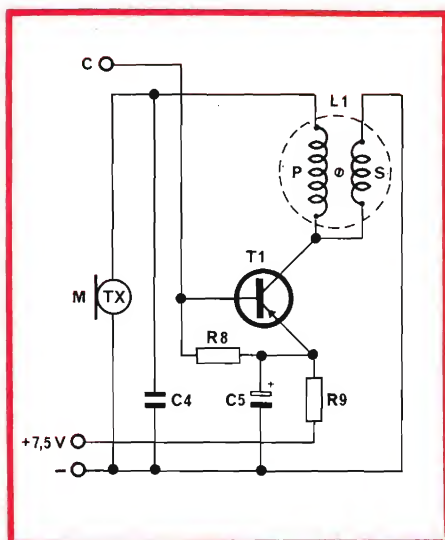

Fig. 7 - Circuito elettrico del trasmettitore.
La fig. 7, riporta lo schema elettrico del trasmettitore in cui la corrente di pilotaggio viene inviata sulla base di T1, (punto C) che risulta accoppiato al trasduttore M (TX) mediante il circuito risonante formato dalla bobina L1 e dal condensatore C4. Questo circuito risul-